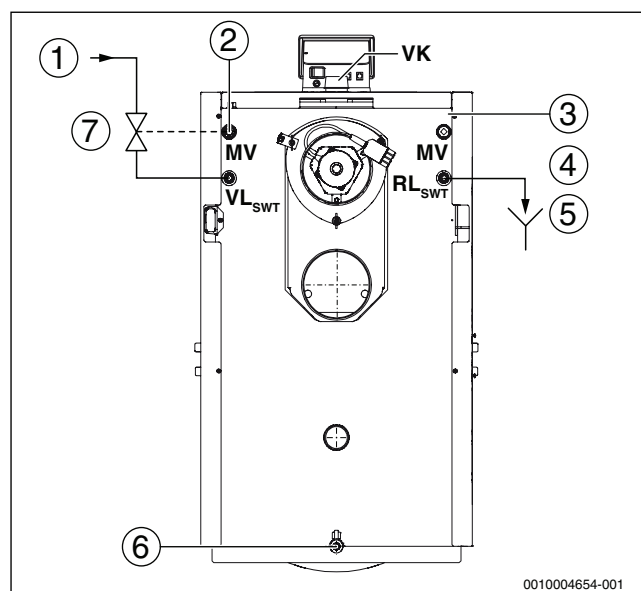

Fig. 14 Racordarea schimbătorului de căldură de siguranță
Cazanele sunt dotate cu un schimbător de căldură de siguranță (buclă de răcire). Racordarea corectă este prezentată în Fig. 14.
Turul și returul schimbătorului de căldură de siguranță pot fi alese liber. Imaginea prezintă montarea turului schimbătorului de căldură de siguranță pe latura stângă a cazanului. Gura de scurgere a apei de răcire trebuie condusă spre o gură de evacuare (→ Fig. 14, [5]).
- ▶ Montați teaca de imersie (livrată împreună cu preaplinul termic) pentru senzorul preaplinului termic (→ Fig. 14, [3]).